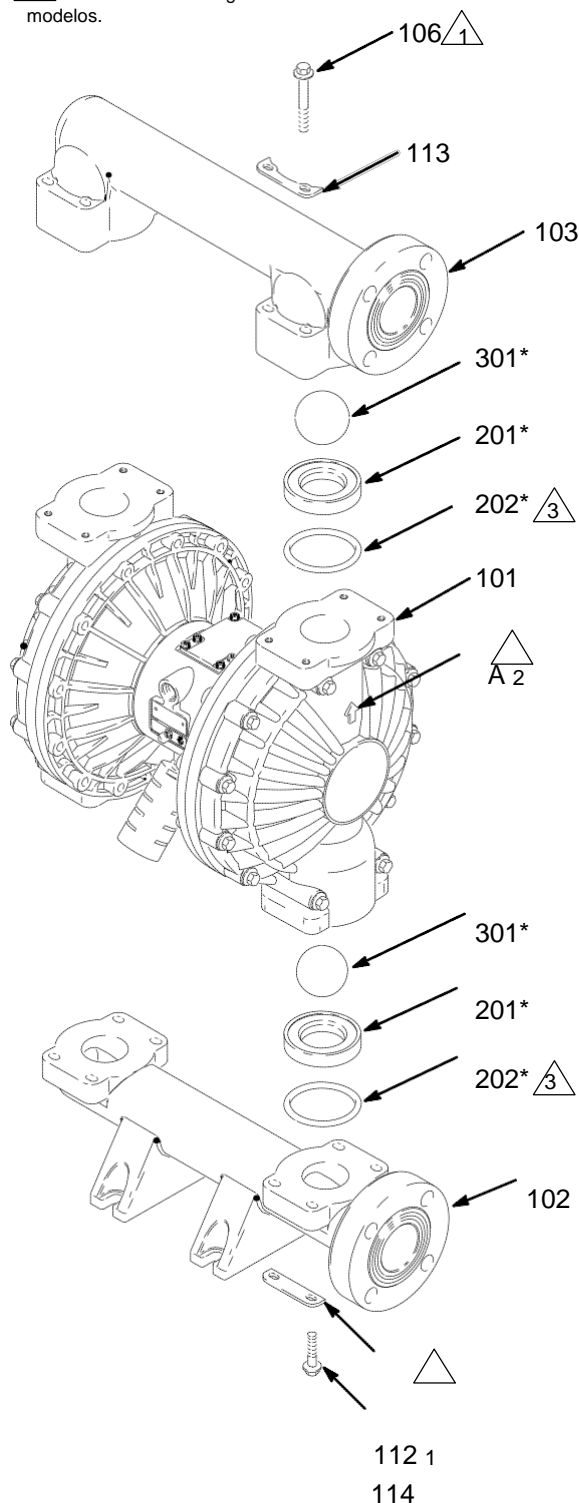

Fig. 11
3. Utilizando uma chave de caixa de 10 mm, remova os oito parafusos (106) e quatro anilhas (113), segurando no distribuidor de saída (103) para as tampas de fluido (101). Consulte a fig. 11.
4. Remova as bases (201), esferas (301) e o-rings (202) do distribuidor
**NOTA:** Alguns modelos não utilizam o-rings (202).
5. Rode a bomba e remova os parafusos (112), anilhas (114), e distribuidor de entrada (102). Remova as bases (201), esferas (301) e o-rings (202) das tampas de fluido (101).
2. Volte a montar na ordem inversa, seguindo todas as notas da fig. 11. Certifique-se de que as esferas são montadas exatamente conforme ilustrado. As setas (A) nas tampas de fluido (101) devem apontar em direção ao distribuidor de saída (103).